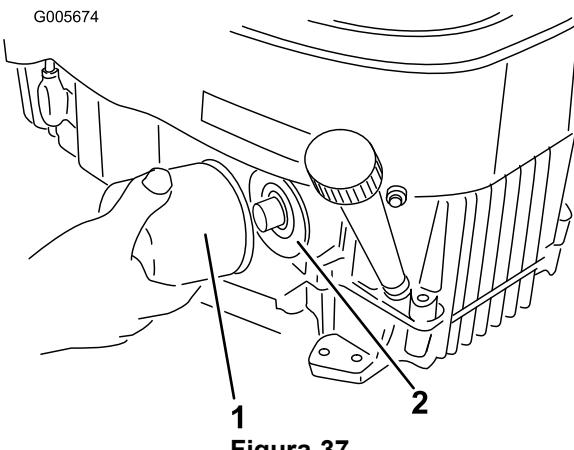

Figura 37
- Retire el filtro de aceite usado (Figura 37).
- Instale el filtro de aceite nuevo en el adaptador. Gire el filtro en el sentido de las agujas del reloj hasta que la junta de goma entre en contacto con el adaptador del filtro, luego apriete el filtro tres cuartos de vuelta más (Figura 37).